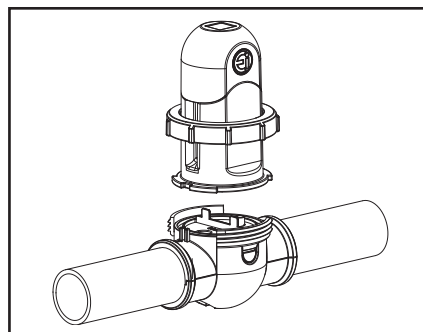

Figura 27. Removiendo la celda
6. Retire la celda (ver Figura 27).